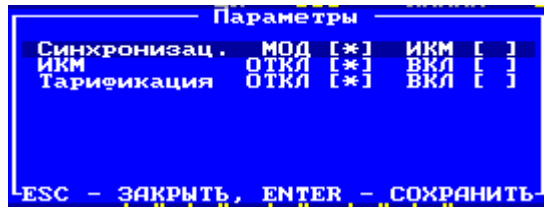

Рис. 8 Настройка параметров блока пульт АТС.
- «F12» **параметры** (см. рис.8) - открывает окно настроек блока пульт АТС: